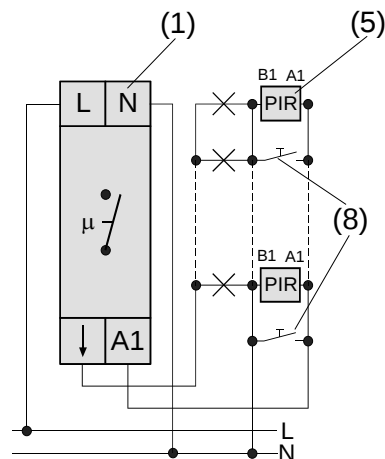

Bild 3: 3-Leiterschaltung
- Gerät nach Schaltplan (Bild 3 oder 4) anschließen.
- ① PIR-Aufsätze müssen mindestens dem Releestand R3 entsprechen.